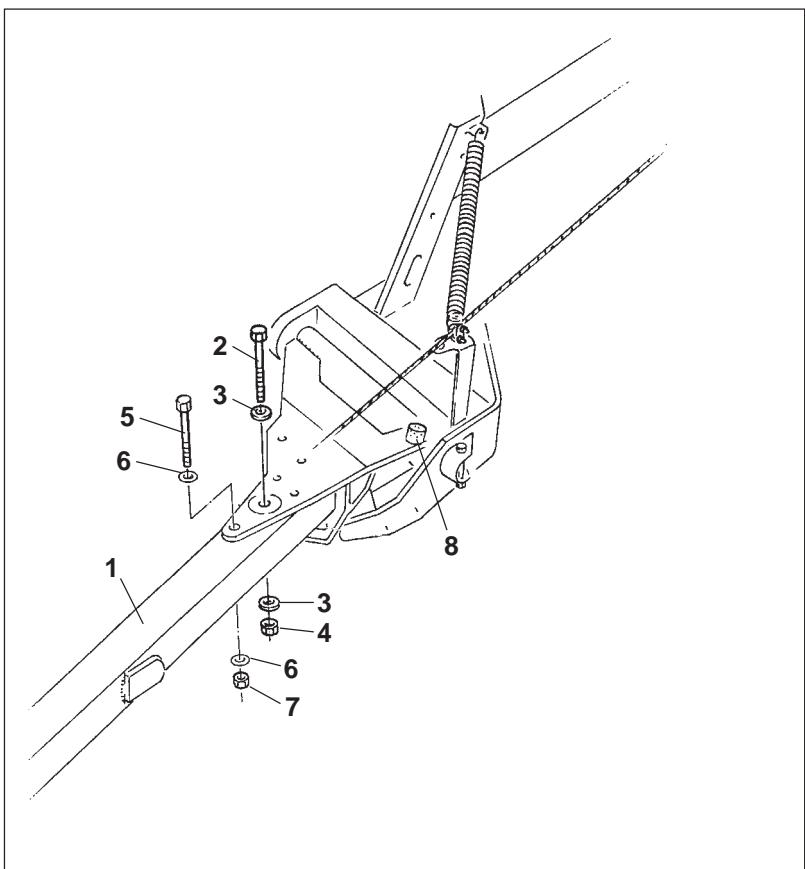
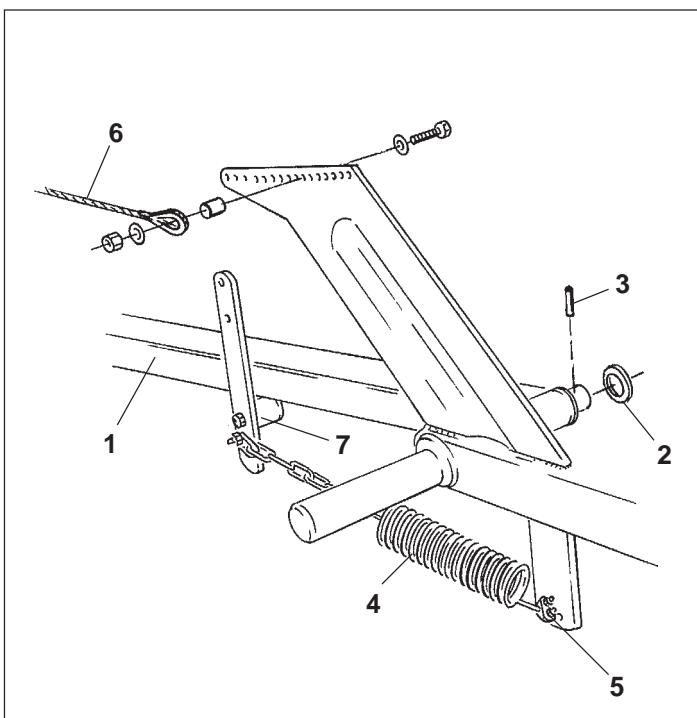

Рис. 10.5
Рис. 10.6
- Прикрутите кронштейн маркера (Рис. 10.5/1) при помощи:
- шестигранного винта M10 x 110, 8.8 DIN 931 (Рис. 10.5/2),
- двух шайб 10,5 x 30 2,5 DIN 9021 (Рис. 10.5/3) и
- контргайки M10, 8 DIN 980V (Рис. 10.5/4).
- шестигранного винта M14 x 100, 8.8 DIN 931 (Рис. 10.5/5),
- двух упругих зажимных шайб 14 DIN 6796 (Рис. 10.5/6) и
- контргайки M14, 8 DIN 980V (Рис. 10.5/7).
- Качающаяся труба (Рис. 10.6/1) крепится на кронштейне маркера при помощи:
- шайбы 36 x 50 x 2 (Рис. 10.6/2) и
- трубчатого разрезного штифта 10 x 50 8 DIN 1481 (Рис. 10.6/3).
- Пружина (Рис. 10.6/4) с цепочкой прикручивается к качающейся трубе маркера и крепится при помощи зажима (Рис. 10.6/5).
- Проволочные тросы (Рис. 10.6/6) крепятся к обоим устройствам автоматического переключения на обоих кронштейнах маркеров в центральном отверстии.
**Буфер (Рис. 10.5/8) на кронштейне маркера и буфер (Рис. 10.6/7) на качающейся трубе запрещается снимать и при изнашивании должны сразу же заменяться!**